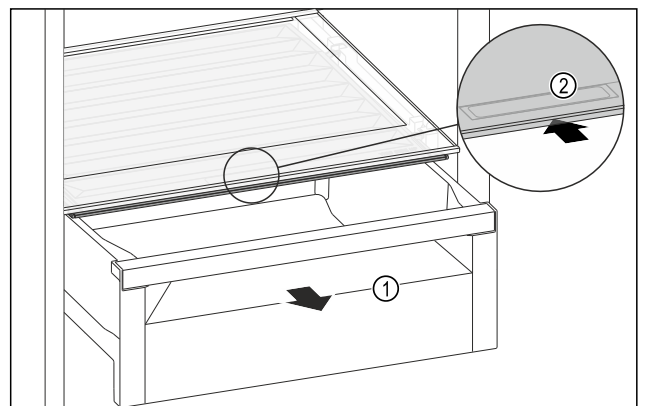

Fig. 213
- ▶ Ištraukite įstumiamą stalčių Fig. 213 (1).
- ▶ Suimkite stalčiaus dangčio įleidžiamą rankeną Fig. 213 (2) ir patraukite stalčiaus dangtį tuo pačiu metu atgal.